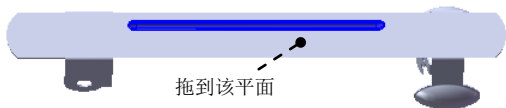

图 15.4.47 成形特征 3
Step16. 创建图 15.4.47 所示的成形特征 2。
(1) 单击任务窗格中的“设计库”按钮 ，打开“设计库”对话框。
(2) 单击“设计库”对话框中的  ch15 节点，在设计库下部的列表框中选择“barrette_shaped_tool_04”文件并拖动到图 15.4.47 所示的平面，在弹出的“成形工具特征”对话框中单击  按钮。